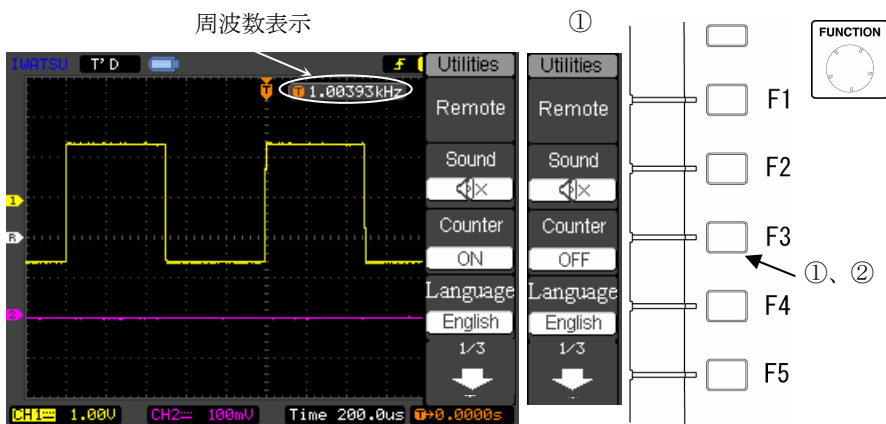

図 2.10 メニューの表示例 5 (Utilities メニュー)
- ① 下図 2.10 の表示例で、Counter 項目を [F3] キーで選択します。Counter 項目が OFF から ON に変わり、画面右上に周波数を数値表示します。
- ② 再度 [F3] キーを押すと、ON から OFF に戻り、画面の周波数表示は解除されます。